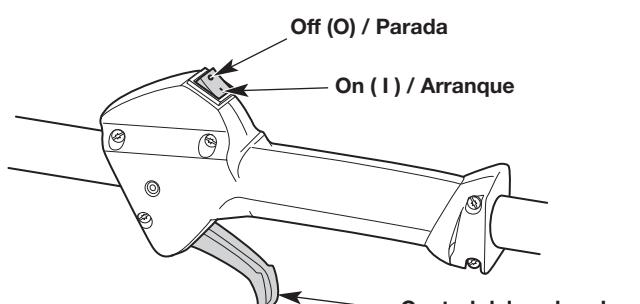
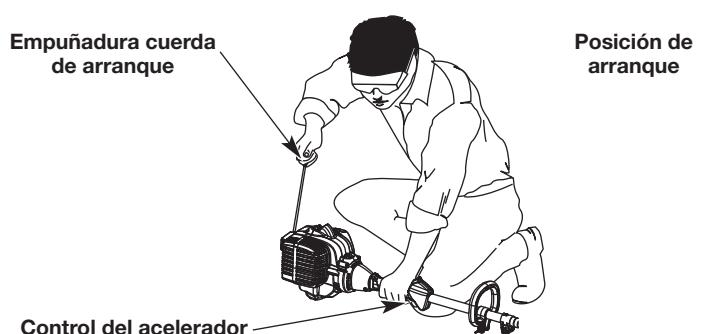

Fig. 8
Fig. 10
ADVERTENCIA: Se debe evitar arrancar accidentalmente la unidad. A fin de evitar que se produzcan lesiones graves, el operador y la unidad deben estar en una posición estable cuando se jala la cuerda de arranque (Fig. 10).
NOTA: No es necesario encender la unidad. El interruptor de encendido/apagado está en la posición ON (I) (encendido) en todo momento (Fig. 8).
5. Agacharse en la posición de arranque (Fig. 10).
6. Apriete el control del acelerador (Fig. 8) y tire de la cuerda de arranque con un movimiento controlado y firme **5 veces** (Fig. 10).
2. Oprima y mantenga apretado el interruptor de encendido/apagado en la posición OFF (O) (apagado) hasta que el motor se pare por completo (Fig. 8).